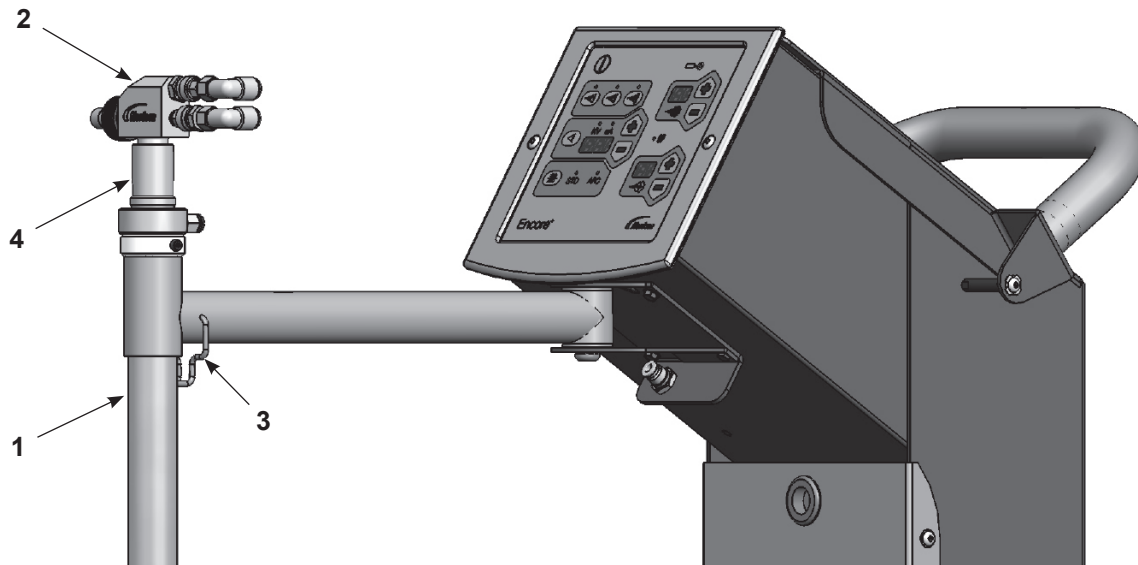

Figura 3-7 Instalación de la bomba y el tubo de aspiración de pistola Encore LT
4. Ver la Figura 3-7. Doblar el soporte del tubo hacia fuera e instalar el tubo de aspiración (1) en el brazo.
5. Instalar la bomba (3) en el soporte de la bomba (2) con un ligero movimiento de giro.